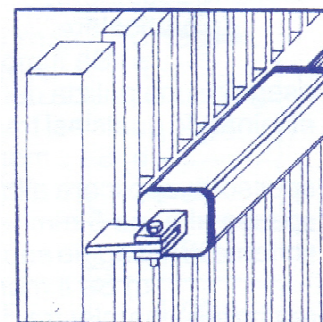

Fig. 4
- Fixer la fourche dans la bride arrière du vérin avec le boulon en dotation et serrer à fond (fig.4).